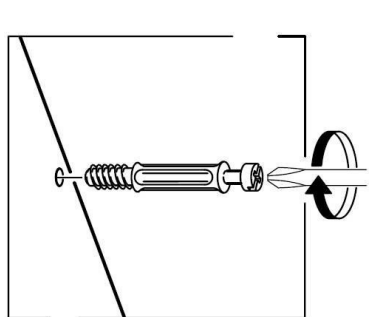

Рис. 1
1. В горизонтальные щиты (25), (38), (39), боковые стенки (36), (37), планку заднюю (40) в имеющиеся отверстия установить эксцентрики таким образом, чтобы стрелка была повернута в сторону отверстия в торце.
В установленные муфты эксцентриковых стяжек на боковых стенках (36), (37), крышке (35), ввернуть дюбели DU 644, в соседние отверстия установить шканты (рис.1).